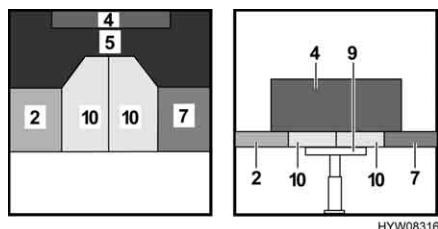

Fig. 66 Dopo la trasformazione
- Posizionare i cuscini aggiuntivi (Fig. 66, 10) tra i cuscini del divano (Fig. 66, 2 e 7) e il tavolo (Fig. 66, 9).